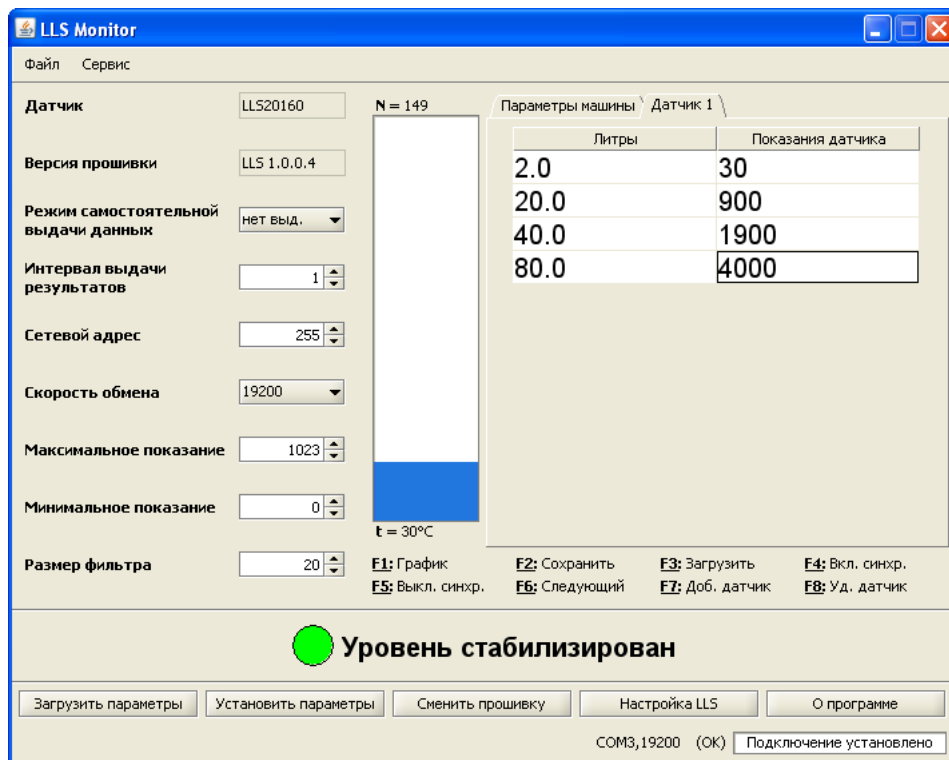

Рисунок 33
- 4) Открыть вкладку «Датчик 1» (Рисунок 33).
6) Открыть вкладку «Датчик 1» (Рисунок 33).